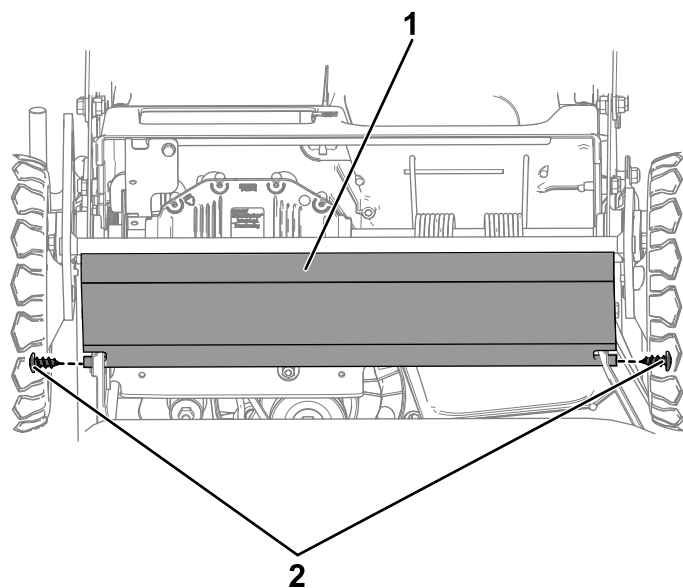

Figure 46
9. Déposez la tôle de protection en retirant les 2 boulons qui la maintiennent en place (Figure 46).